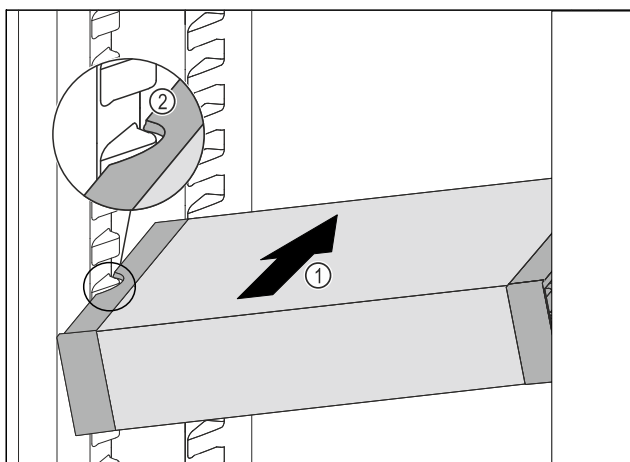

Fig. 112
- Zasuňte VarioSafe do chladničky pod úhlem tak Fig. 112 (1), aby vybrání na bocích Fig. 112 (2) VarioSafe byla na úrovni žebrování na nádobý v chladničce.